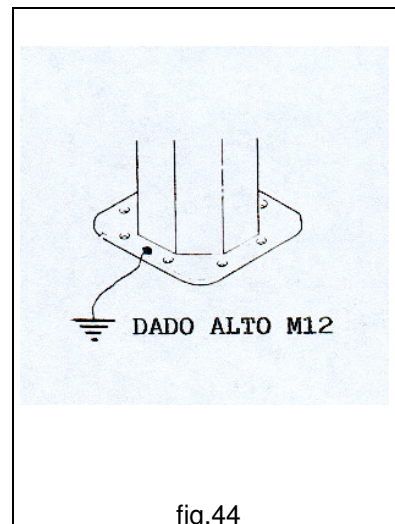

fig.44
- **Raccorder l'installation de terre, à la structure de la potence, en correspondance des points de prise aux effets prévus (fig.44).**